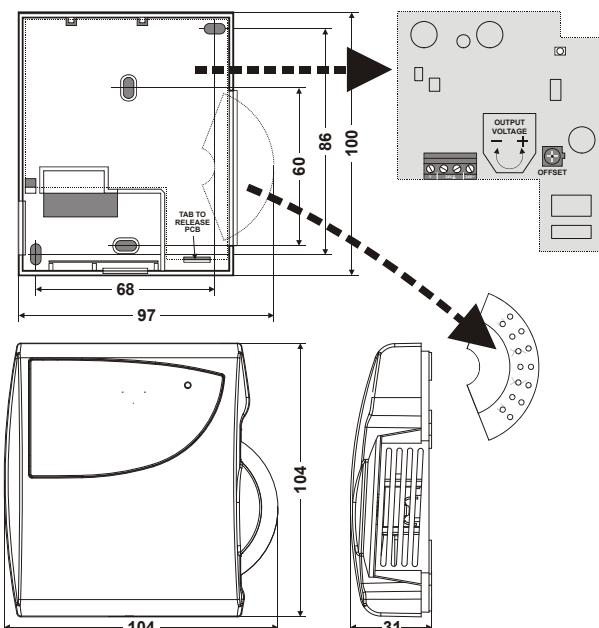

Рис. 3. Размеры и монтажные отверстия (мм)
Масса /Размеры	прибл. 125 г, см. Рис. 3
2. Установите датчик в настенную коробку или просверлите отверстия, как указано на Рис. 3 и установите модуль с помощью винтов.
- б) Вставьте провод в требуемый разъём (см. Рис. 3) и зафиксируйте винтом для полного соединения.